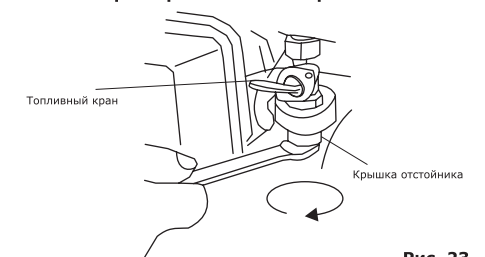

Рис. 23
- Поместите небольшое количество масла в фильтрующий элемент (избыточное количество масла отожмите не скручивая) (рис. 23).